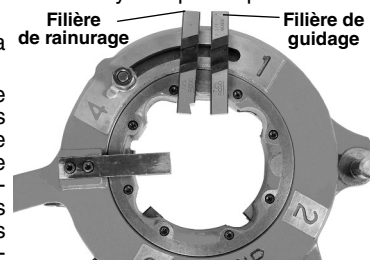

Figure 2 – Insertion des filières
3. Dégagez la languette de la rondelle du boulon de came de son logement, puis ouvrez la tête de filière en poussant le boulon de came en direction de la section de tuyau la plus importante de la platine (Figure 2).
5. Enfilez la filière de coupe (estampée « n° 4 ») dans le logement n° 4 de la tête de filière. Les filières de guidage ne sont pas estampées et sont destinées aux logements numéros 1, 2 et 3 de la tête. Engagez la filière avec son chiffre ou son encoche en haut jusqu'à ce son repère arrive à fleur du rebord de la tête de filière (Figure 2).